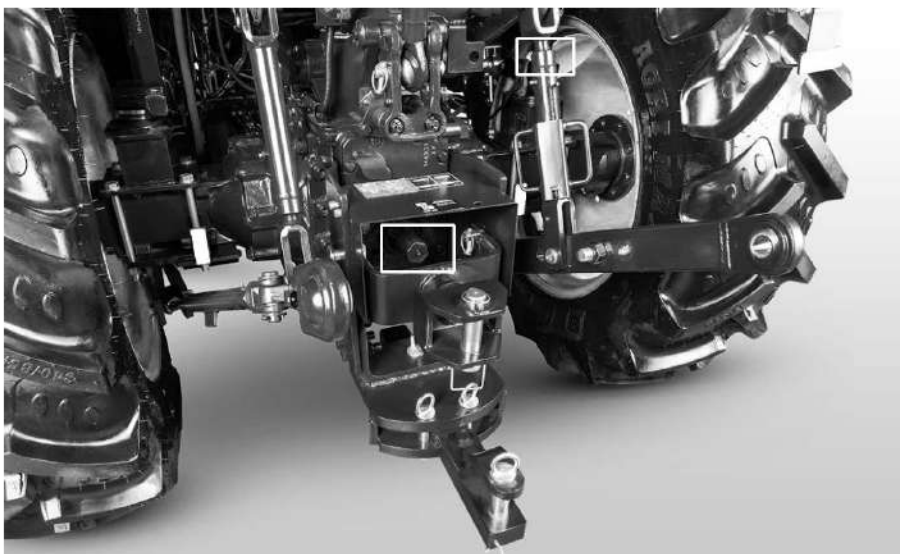

Рис. 2-29
Убедиться, что щиток ВОМ (2) лежит в своей плоскости и что крышка (1) крепится на то время, пока карданный привод ВОМ не используется. (Рис. 2-29).
ЗАПРЕЩАЕТСЯ использовать переходники, сужающиеся или расширяющиеся переходники ВОМ, поскольку в результате муфта ВОМ и карданный шарнир будут выходить за пределы области защиты, обеспечиваемой щитком ВОМ. Штоки верхней тяги не должны выходить за ту точку, после которой уже видна резьба (Рис. 2-29).